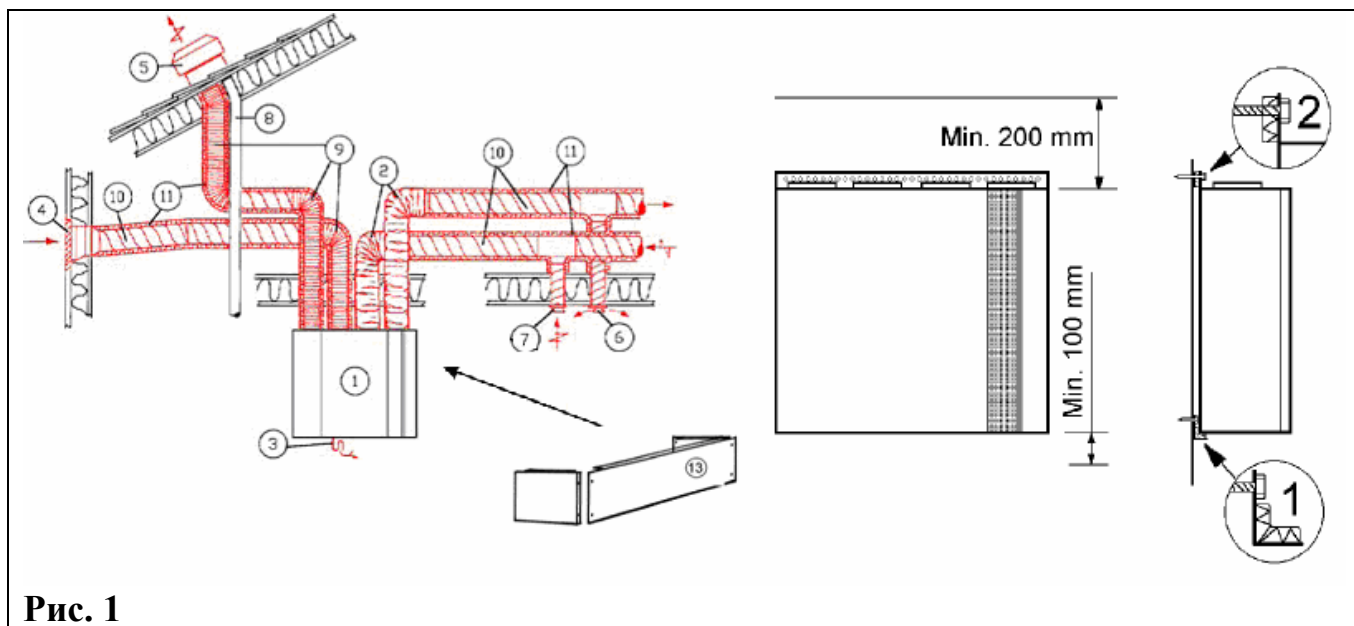

Рис. 1
1. агрегат установлен в соответствии с инструкциями (см. Рис. 1)